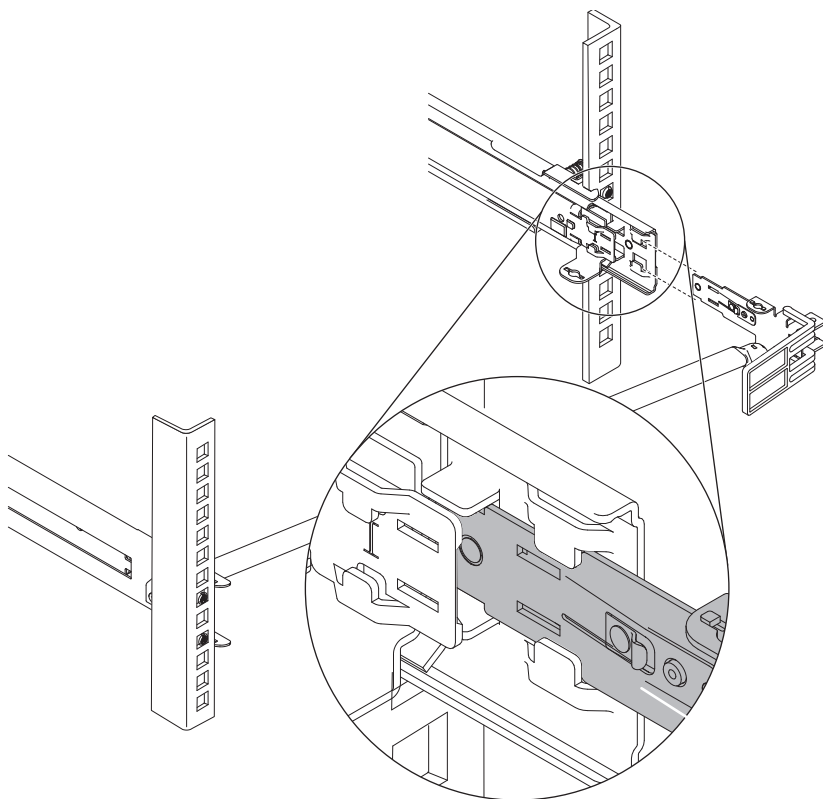

図 12. 停止金具のスライド・レールからの切り離し
7. 21 ページの図 12 に示すように、停止金具をスライド・レールから切り離し、ケーブル・マネジメント停止金具を取り外します。